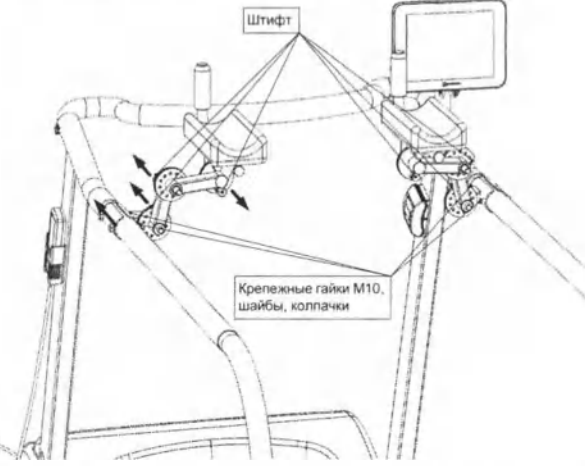

Рисунок 36 - Установка дополнительных регулируемых упоров для рук
- Совместите отверстия в упорах с болтами крепежного кронштейна с внутренней стороны поручня (см. рисунок 36).
- Освободите упор от фиксации, потянув штифт / штифты необходимого поворотного механизма, в направлении, указанном стрелкой (см. рисунок 36).